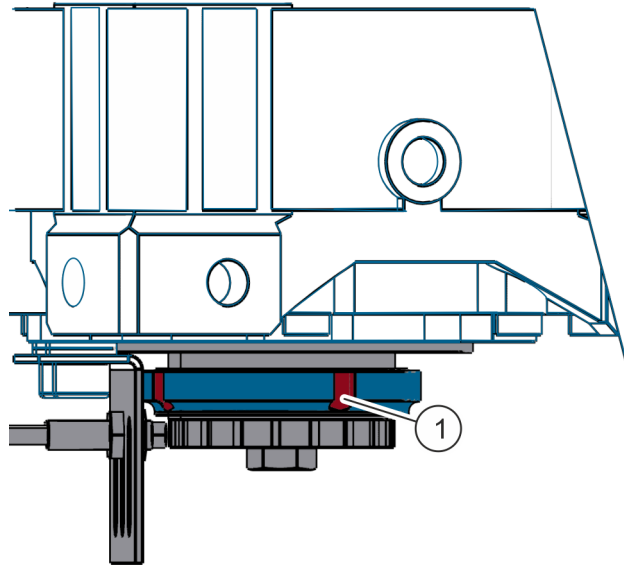

Abb. 18: Drehmomentbegrenzung einstellen
1. Drehmoment mit einem Schraubenschlüssel an der Wellennutmutter (Abb. 18/1) einstellen.
Die vier Kerben auf der Wellennutmutter (Abb. 18/1) entsprechen jeweils einer 90°-Umdrehung.